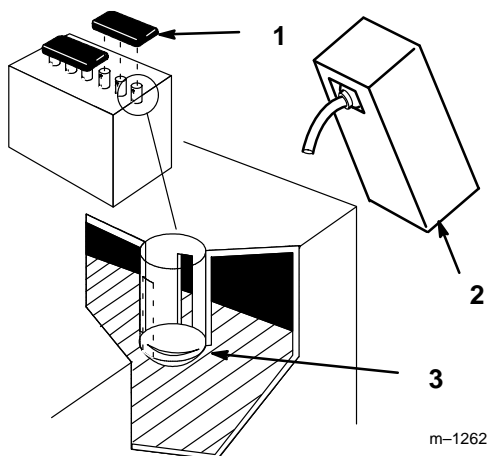

Abbildung 2
2. Die Verschlußdeckel von der Batterie abnehmen. Langsam in jede Zelle Füllsäure gießen, bis die Säure bis zum unteren Teil des Rohrs geht (Abb. 2).
5. Langsam Füllsäure in jede Zelle gießen, bis die Säure wieder die "OBERE" Linie am Batteriegehäuse erreicht (Abb. 2). Dann die Abdeckungen anbringen.